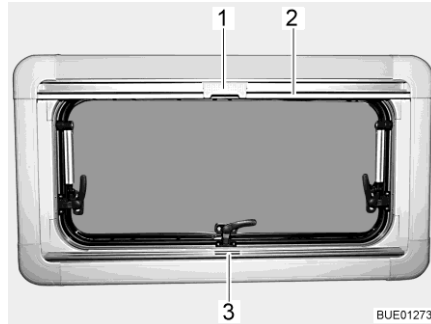

Bild 105 Överkantshängt fönster
Stänga: ■ Ta tag i mitten på plisségardinens list (Bild 105,3) och drag den nerifrån och uppåt och släpp den vid önskad höjd. Plisségardinen stannar på denna höjd.
Stänga: ■ Drag, med listen, (Bild 105,2) ner insektsnätet tills listen stöter mot plisségardinen (Bild 105,3).
■ Lås fast insektsnätets spärr (Bild 105,1) på plisségardinens list.
Öppna: ■ Tryck spärren (Bild 105,1) upptill på insektsnätet bakåt.
■ För långsamt tillbaka insektsnätet med listen (Bild 105,2).